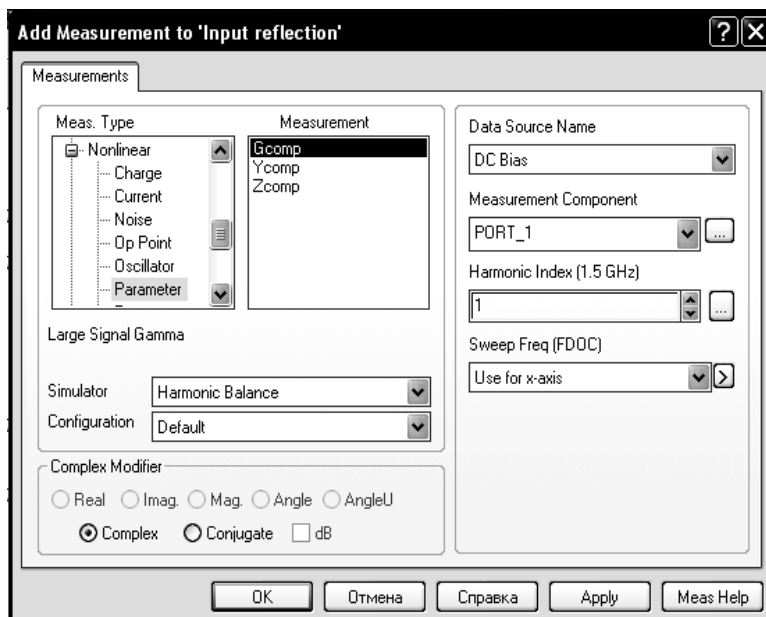

Рис. 3.13
1. Щёлкните правой кнопкой мышки по подгруппе **Input reflection** в группе **Graphs** в окне просмотра проекта и выберите **Add measurement** (Добавить измеряемую величину) во всплывающем меню. Откроется диалоговое окно **Add measurement** (Рис. 3.13).